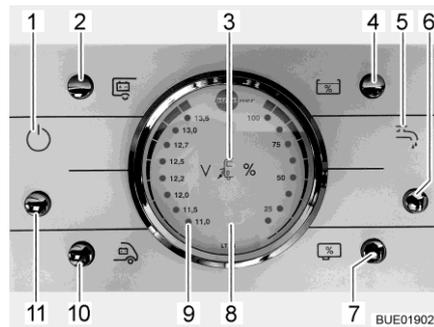

Bild 188 Panel LT 96
Der Taster (Bild 188,11) schaltet das Panel und die 12-V-Versorgung des Wohnraums ein und aus.
- Einschalten:** ■ Taster (Bild 188,11) drücken: Die 12-V-Versorgung des Wohnraums ist eingeschaltet. Die Kontroll-Leuchte (Bild 188,1) leuchtet.
- Ausschalten:** ■ Taster (Bild 188,11) drücken: Die 12-V-Versorgung des Wohnraums ist ausgeschaltet. Die Kontroll-Leuchte (Bild 188,1) erlischt.
Beim Anzeigeelement V/Tank (Bild 188,8) die linke Skala beachten. Das Anzeigeelement wird automatisch beleuchtet, sobald ein Taster gedrückt wird.
- Taster (Bild 188,10) drücken: Die Batteriespannung der Starterbatterie wird angezeigt.
- Taster (Bild 188,2) drücken: Die Batteriespannung der Wohnraumbatterie wird angezeigt.
Beim Anzeigeelement V/Tank (Bild 188,8) die rechte Skala beachten. Das Anzeigeelement wird automatisch beleuchtet, sobald ein Taster gedrückt wird.
- Taster (Bild 188,4) drücken: Die Wassermenge wird angezeigt.
- Taster (Bild 188,7) drücken: Die Abwassermenge wird angezeigt.
- Taster (Bild 188,6) drücken: Die Wasserversorgung ist eingeschaltet. Die Kontroll-Leuchte Wasserpumpe (Bild 188,5) leuchtet.
- Taster (Bild 188,6) drücken: Die Wasserversorgung ist ausgeschaltet. Die Kontroll-Leuchte Wasserpumpe (Bild 188,5) erlischt.
Die rote Warnleuchte "ALARM" (Bild 188,9) blinkt, sobald die Spannung der Wohnraumbatterie 11 V (Messung im laufenden Betrieb) unterschreitet und damit Tiefentladung droht.
Die 12-V-Kontroll-Leuchte (Bild 188,1) leuchtet, wenn der 12-V-Haupttaster (Bild 188,11) eingeschaltet ist.
Die 230-V-Kontroll-Leuchte (Bild 188,3) leuchtet, wenn am Eingang des Elektroblocs Netzspannung vorhanden ist.